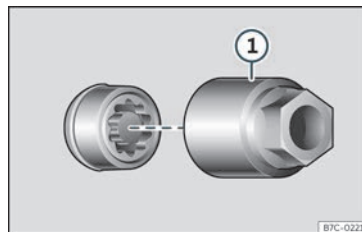

Fig. 31 Parafuso antirroubo com capa de proteção e adaptador.
- Encaixe o adaptador especial »» Fig. 31 ① (ferramenta de bordo »» Página 40) no parafuso antirroubo da roda até ao limite.